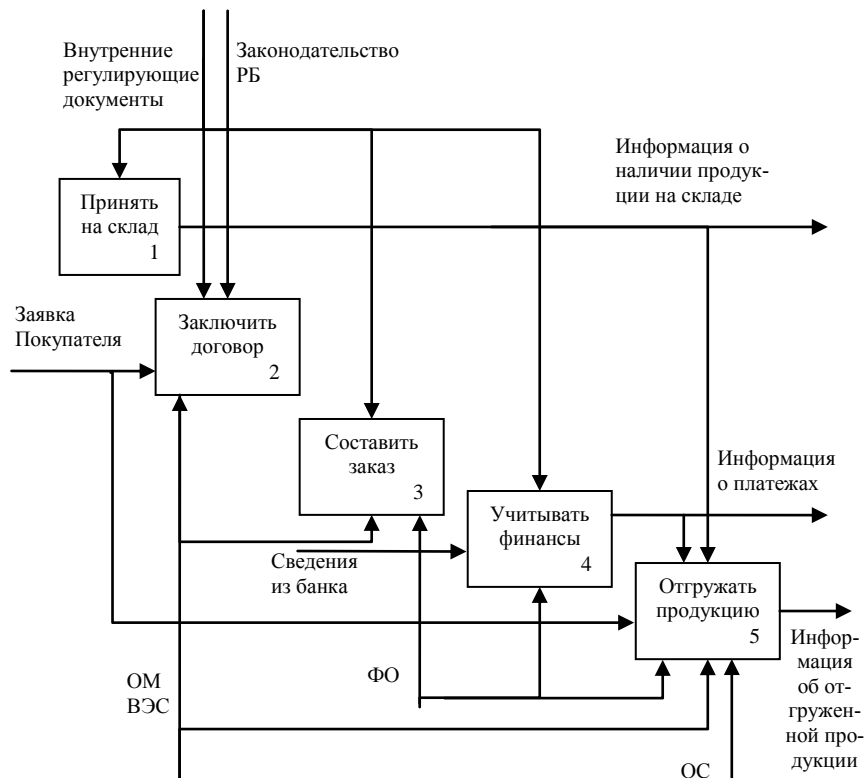

Рис. 24. Диаграмма А0
5. При декомпозиции функции граничные дуги автоматически появляются на диаграмме декомпозиции (с указанием *ИСОМ*-кодов), но не касаются функций. Свяжите граничные дуги так, как показано на рис. 24. При этом необходимо учесть следующее: